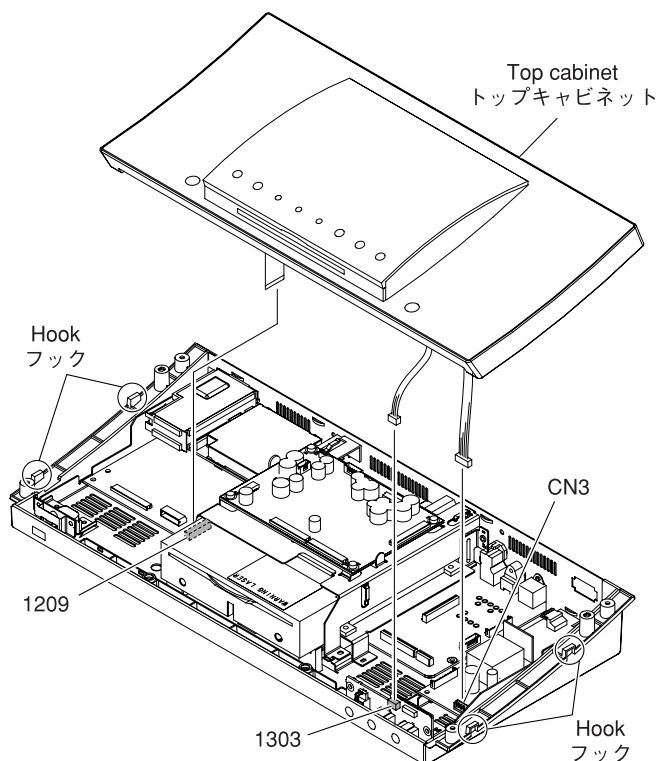

Fig. 2
- Release 4 hooks and then pull out the top cabinet slowly. (Fig. 2)
- Remove 1209, 1303 and CN3. (Fig. 2)
- Remove the top cabinet. (Fig. 2)
- フック4箇所を外し、トップキャビネットをゆっくり外します。(Fig. 2)
- 1209、1303、CN3を外します。(Fig. 2)
- トップキャビネットを取り外します。(Fig. 2)